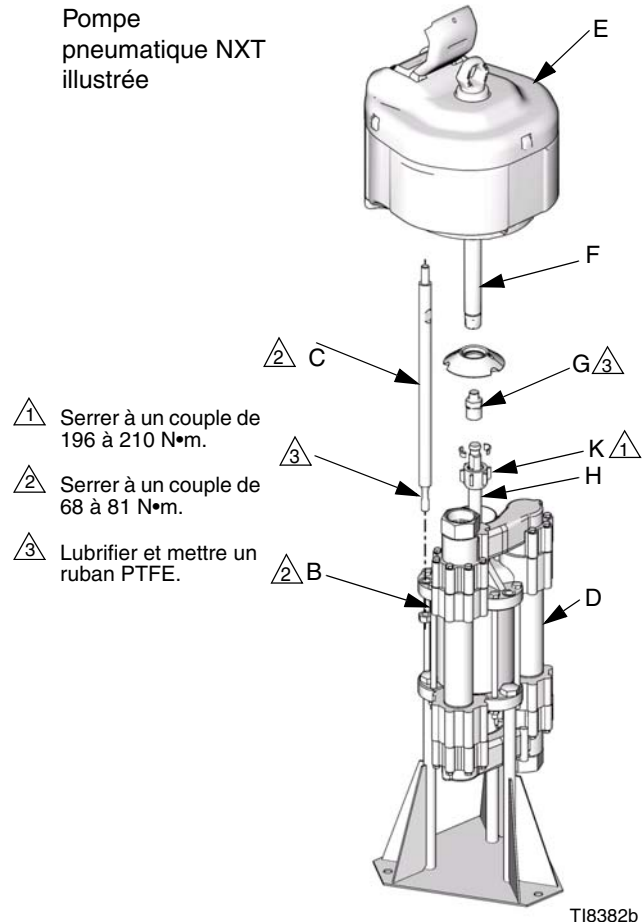
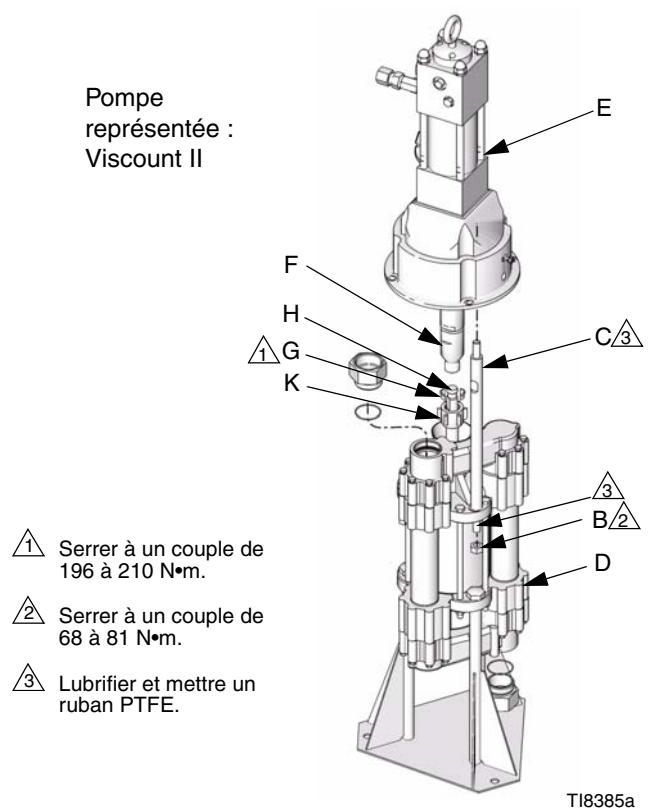

FIG. 6
FIG. 7
3. Desserrer l'écrou (K) de l'accouplement et les demi-colliers (G) Dévisser et enlever l'écrou de la tige de piston (H) Dévisser les écrous (B) des tirants (C). Séparer le moteur (E) du bas de pompe (D). Voir FIG. 6 ou FIG. 7.